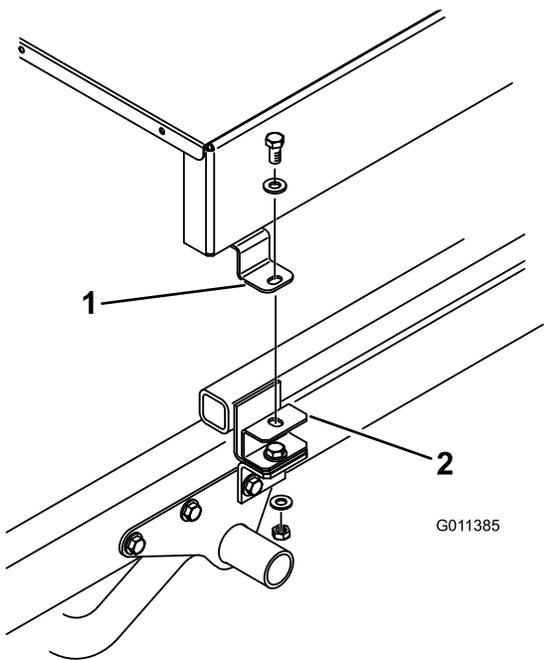

図 10
7. 各取り付けブラケット（図 9）またはスペーサマウント（図 10）の上部を、トップドレッサの左右にある取り付けタブに取り付ける；1/2 x 1 インチ・キャップスクリュー（2本）、平ワッシャ、ロックナットを使用する。各ボルト類を締め付ける。